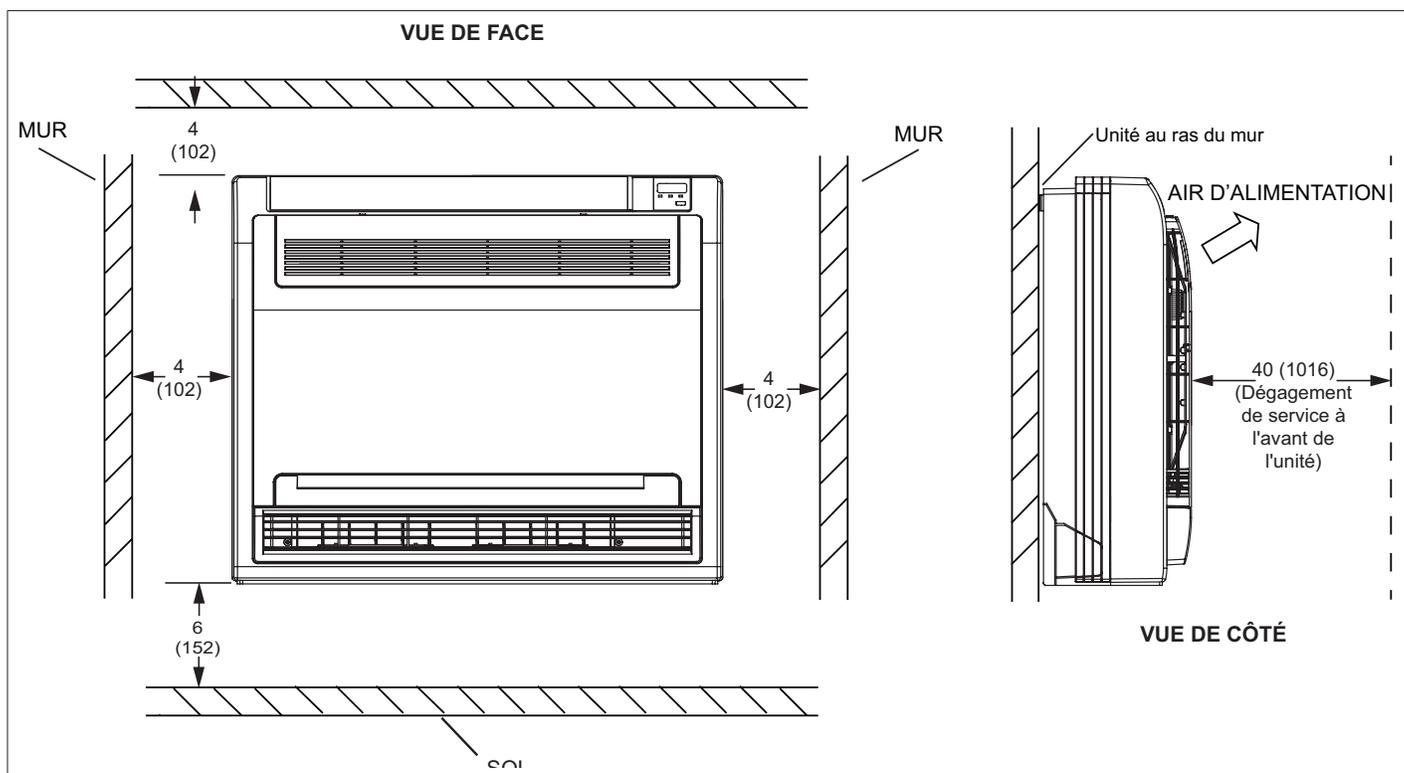

Figure 6. Dégagements de l'unité intérieure - pouces (mm)
- Choisir un endroit convenable où l'accès pour la maintenance et l'air d'alimentation ne seront pas restreints ou affectés par des obstacles. Voir la « Figure 6. Dégagements de l'unité intérieure - pouces (mm) » à la page 7 pour les dégagements minima.